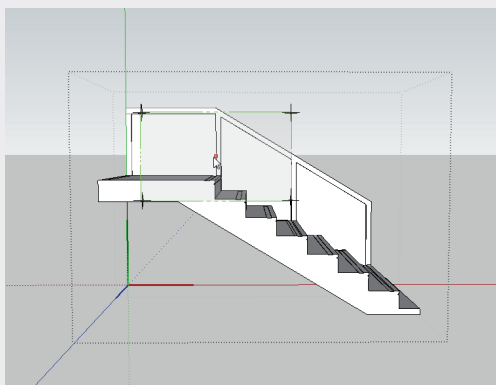

图3-222
- 11 切换到前视图，并选中“剖切面”工具, 在如图3-222所示的位置创建剖面，剖切栏杆。